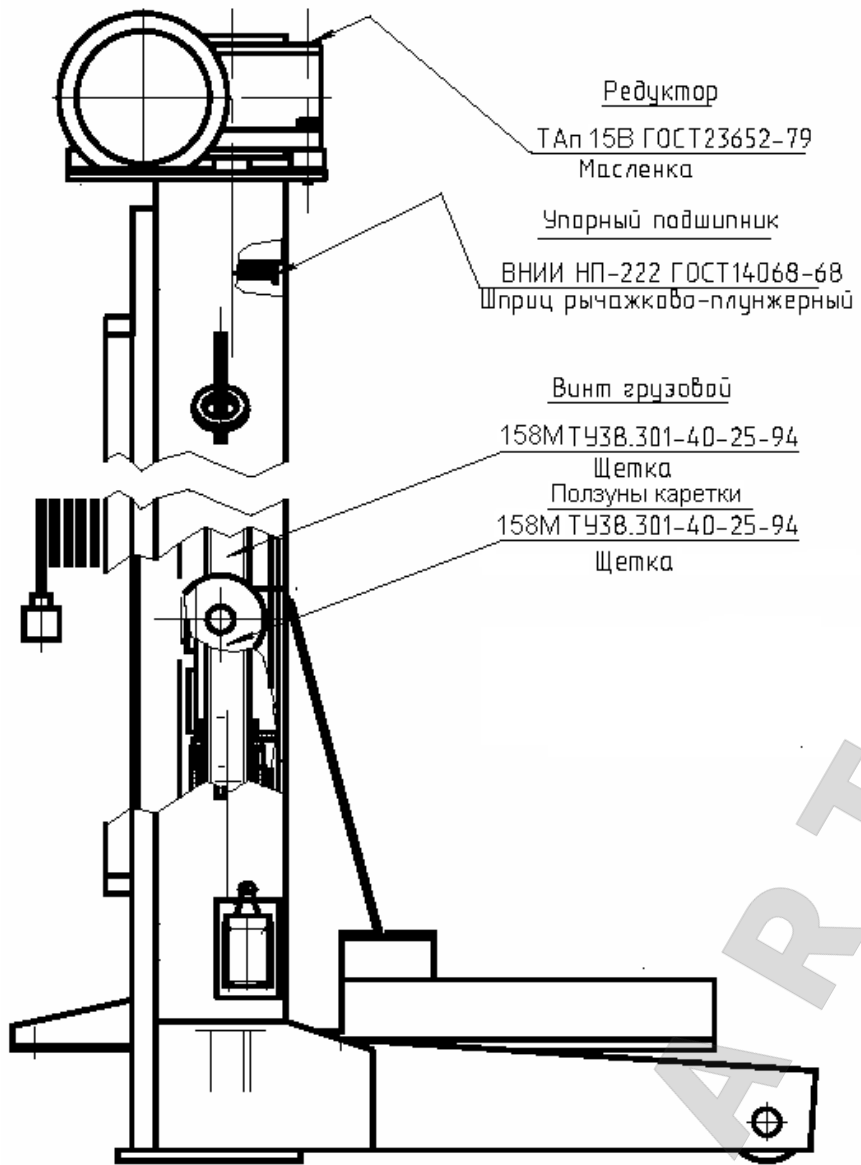

Рис. 6. Карта смазки стойки подъемника ПП-24
6.2.2 Для ревизии состояния смазки трущихся деталей (см. карту смазки на Рис. 6), в каждой стойке необходимо: